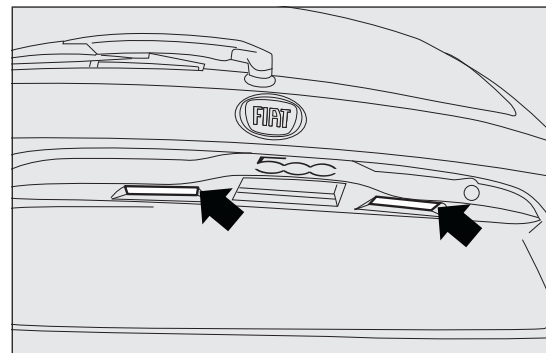

РИС. 137
- нажать в точке, указанной стрелкой РИС. 137, и снять прозрачную крышку;